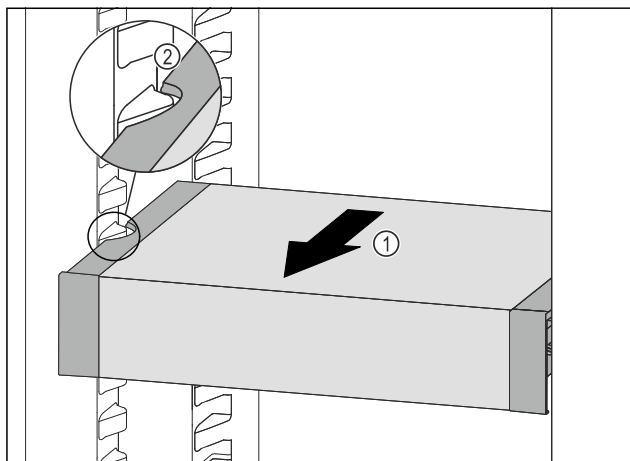

Fig. 108
- Ladicu VarioSafe vucite prema naprijed Fig. 108 (1) sve dok se bočni otvori ladice VarioSafe ne nađu na visini žlijeba spremnika u hladnjaku. Fig. 108 (2)